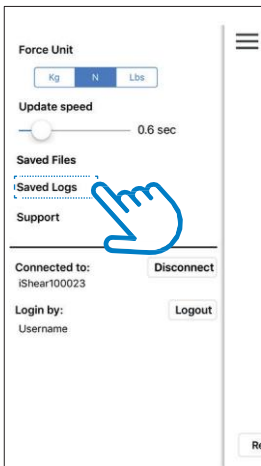
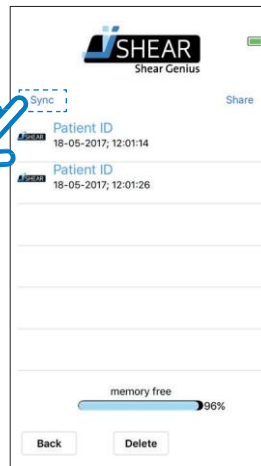
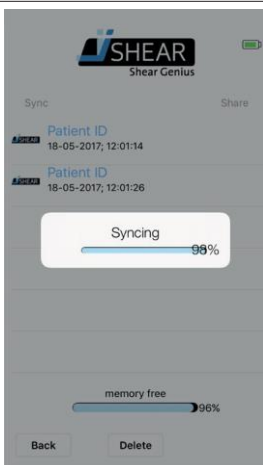

Figure 30 - Saved Logsを押す
Figure 31 – 保存した記録
Figure 32 – 記録の同期
4. 'Saved Logs' (Figure 30参照)を選択し、保存したLog一覧を表示させる (Figure 31参照)
5. 自分のユーザーアカウントで生成されたLogがすべてあるか確認をし、はじめにLogデータを同期します。同期が必要な場合 'Sync'ボタンが青で表示されますので'Sync'を押し (Figure 31参照)、保存したLogを同期させます (Figure 32参照).
5. 自分のユーザーアカウントで生成されたLogがすべてあるか確認をし、はじめにLogデータを同期します。同期が必要な場合 'Sync'ボタンが青で表示されますので'Sync'を押し (Figure 31参照)、保存したLogを同期させます (Figure 32参照)。